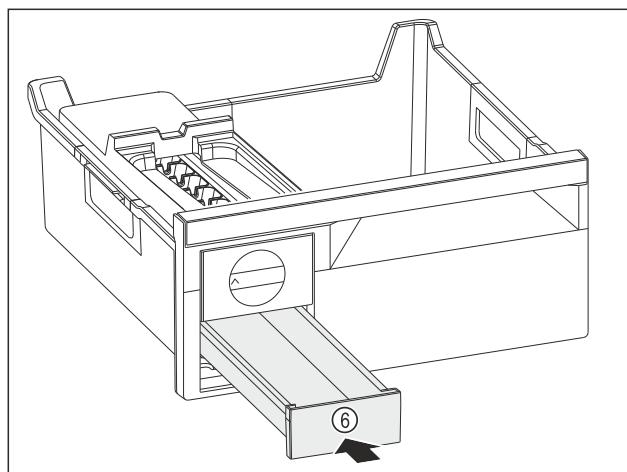

Fig. 94
- ▶ Introducir el cajón para cubitos de hielo Fig. 94 (6).